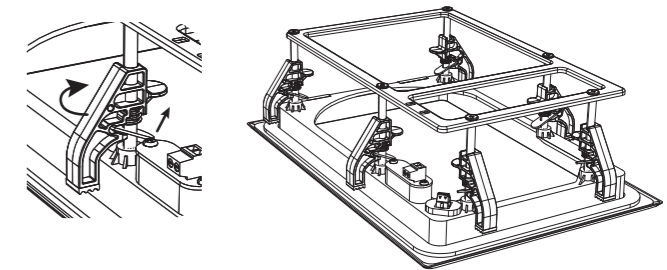

Fig. 5. Adjusting the Mounting Clamps
2. Ajuste todas las abrazaderas de montaje del marco de modo que estén en la posición replegada (Fig. 5 y 6). Se ajustan tirando de la pestaña de metal con resorte y luego moviendo las abrazaderas a lo largo de sus postes de montaje y girándolas hacia un lado. Esto permitirá que el marco encaje en la abertura del panel de yeso.